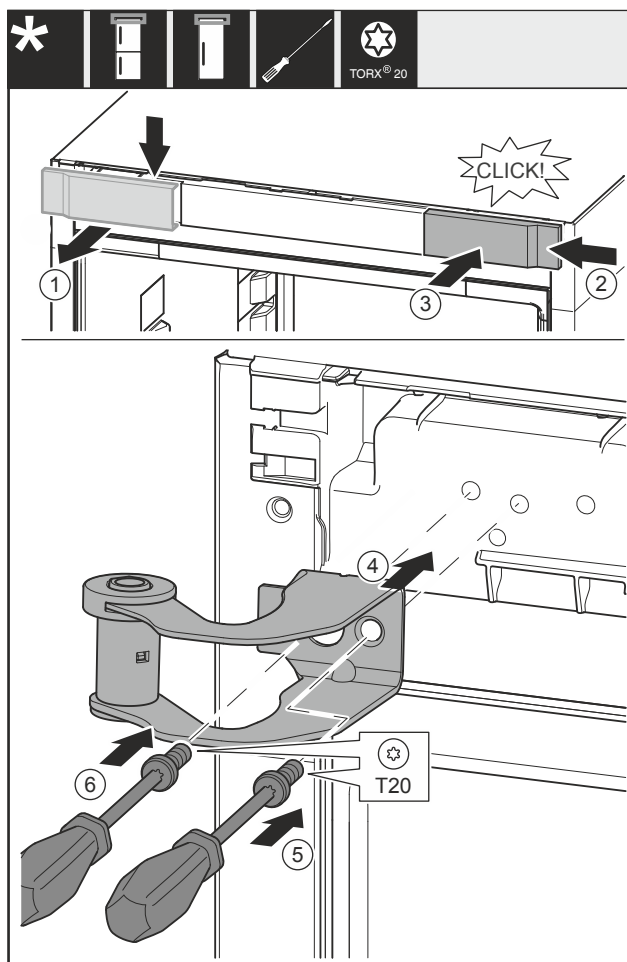

Fig. 31
- Skinite poklopac Fig. 31 (1) odozgo prema naprijed.
- Zakvačite poklopac Fig. 31 (2) okrenut za 180° na drugoj strani zdesna.
- Pustite da se poklopac Fig. 31 (3) uglavi.
- Postavite gornji podložak ležaja Fig. 31 (4).
- Pritegnite vijak Fig. 31 (5).
- Pritegnite vijak Fig. 31 (6).